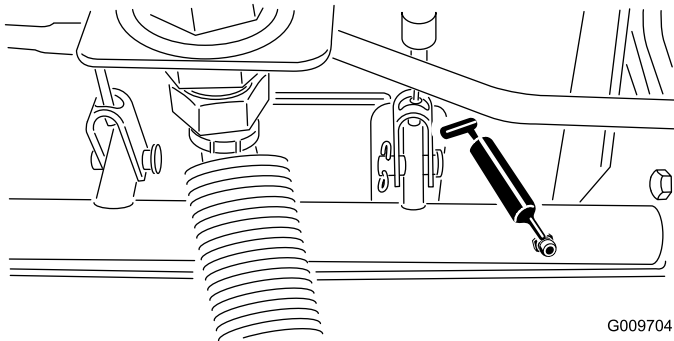

Bild 74
- Bremsstangen-Drehlager (5), wie in Bild 74 abgebildet